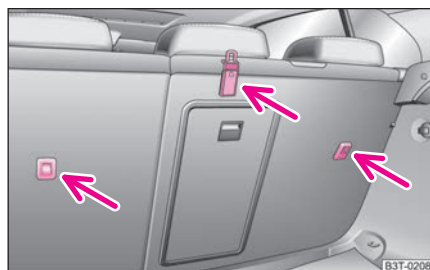

Abb. 174 Rücksitz: Top Tether
In einigen Ländern erfordern die nationalen gesetzlichen Bestimmungen die Ausstattung der hinteren Sitze mit Befestigungsösen für Kindersitze mit dem „Top Tether“-System ⇒ Abb. 174.
- Befestigen Sie die Kindersitze mit dem „Top Tether“-System nur an den dafür vorgesehenen Stellen ⇒ Abb. 174.